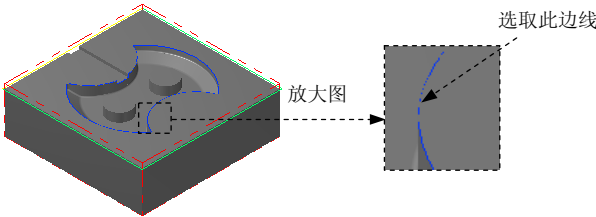

图 22.48 选取切削范围边线
(3) 在 **边界范围** 区域中单击  按钮, 系统弹出“串连选项”对话框。在图形区中选取图 22.48 所示的边线, 单击  按钮, 系统返回至“刀具路径的曲面选取”对话框。
(4) 单击  按钮, 完成加工区域的设置, 同时系统弹出“曲面精加工等高外形”对话框。